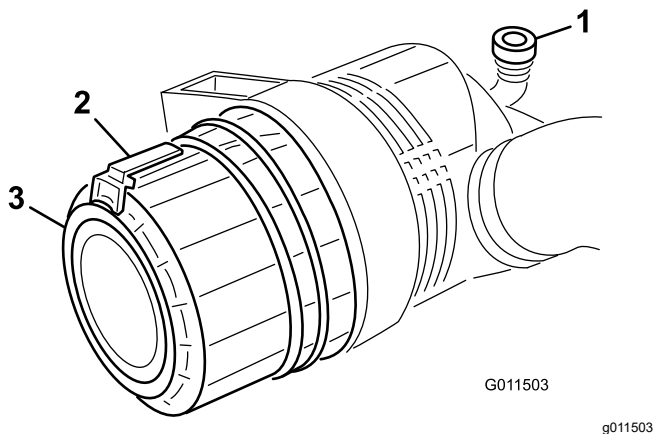

Bild 70
1. Ziehen Sie den Riegel nach außen und drehen Sie die Luftfilterabdeckung nach links (**Bild 70**).